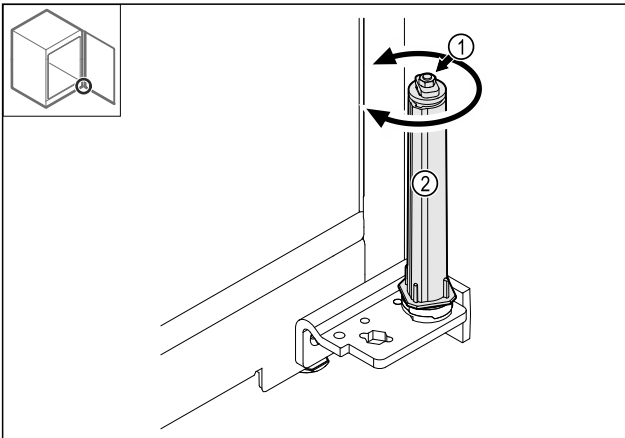

Fig. 33
- ▶ Nerozebírejte šroubové spojení Fig. 33 (1) uzávěracího systému.
- ▶ Otáčejte uzávěracím systémem Fig. 33 (2), dokud nezacvakne.